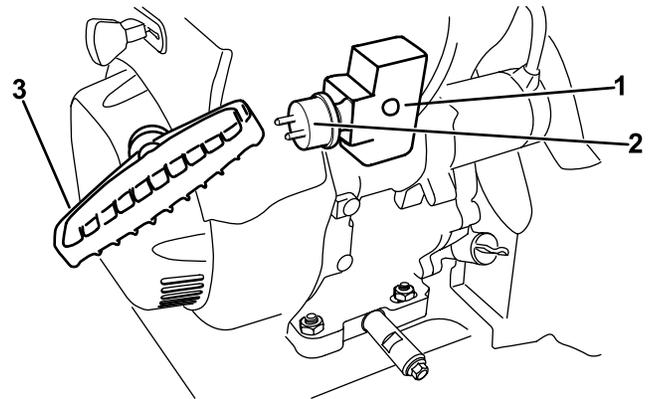

Bild 29
7. Ziehen Sie am Rücklaufstarter oder drücken Sie die Elektrostarttaste, um den Motor anzulassen (Bild 29).